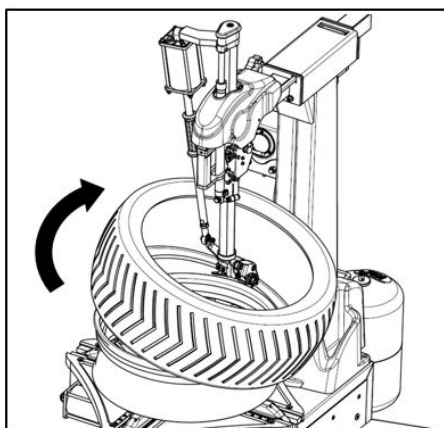

FIG34
- Rens olie og rust af fælgen og fastgør fælgen på drejebordet. Bemærk: afmonteringssporet skal være øverst ved montering. Påfør smøremiddel eller sæbevand rundt om dækkanten. Læn dækket mod fælgen og hold forenden opad. Træd på tilt-pedalen for søjlen, så søjlen vender tilbage til sin oprindelige position. Bevæg demontagehovedet, så det er i tæt kontakt med fælgen. Placer venstre side af dækkanten over halen på demonteringsværktøjet og højre side under forhøjningen på værktøjet (FIG34). Tryk hårdt ned på dækkets højre side og træd på drejebordspedalen for at rotere bordet med uret og føre dækkanten helt ind i dækkantenotens spor.